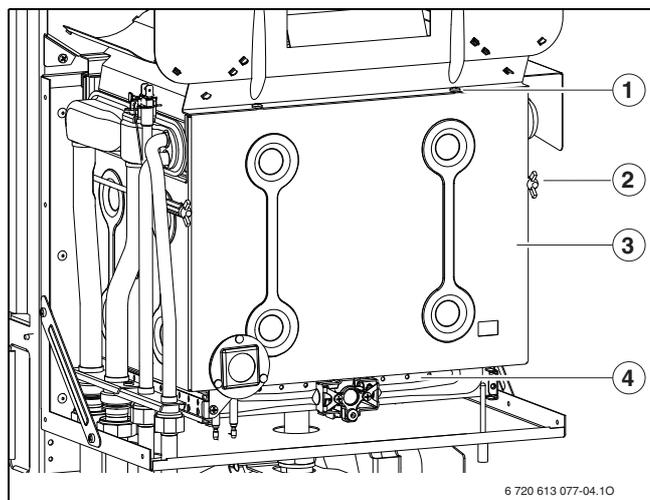

Рис. 35 Открытие горелки
- ▶ Снять переднюю стенку камеры сгорания и горелку (→ рис. 35).